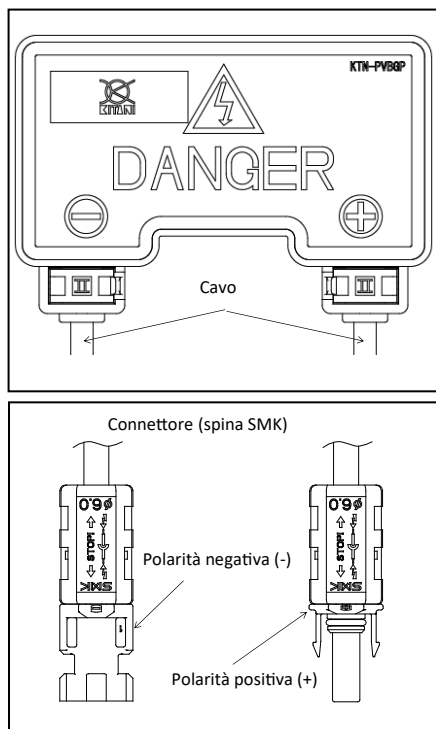

Figura 2: configurazione della scatola di connessione
- Per ogni polarità è previsto un solo terminale di collegamento; i simboli della polarità sono incisi sulla scatola di connessione (vedere la Figura 2).